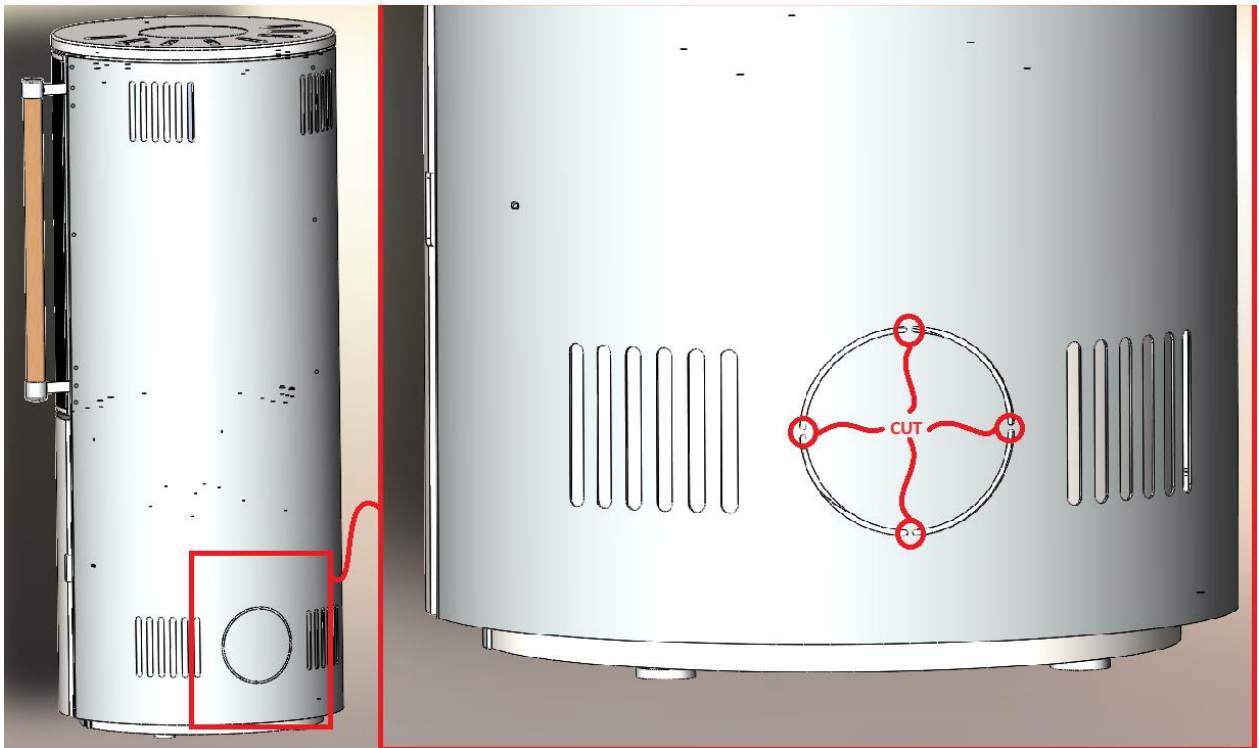

Figure 2 Remplacement du couvercle au bas de la cheminée pour le raccordement d'air extérieur
3. Figure 2 Remplacement du couvercle au bas de la cheminée pour le raccordement d'air extérieur	Page 6
La cheminée offre la possibilité d'être raccordée à une arrivée d'air extérieur. Ce raccordement nécessite un tuyau flexible en aluminium de Ø150 mm de diamètre intérieur et un collier de serrage adapté. L'arrivée d'air extérieur est recommandée lorsque la cheminée fonctionne dans des conditions défavorables (tableau 2), ainsi que pour optimiser son rendement (un apport d'air est indispensable au bon fonctionnement de la cheminée ; si l'air ambiant est utilisé, il faudra aérer plus fréquemment). Le raccordement à l'arrivée d'air extérieur est illustré sur les figures 2, 3 et 4. Ce raccordement peut être réalisé par le sol ou par le mur.